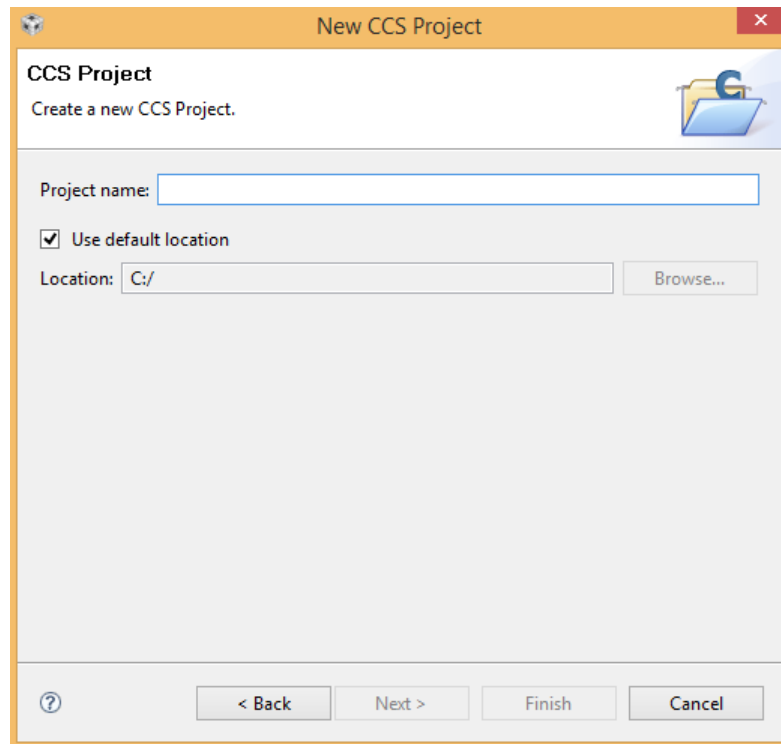

Рис. 2. Создание нового проекта
3. Создайте новый проект: «File → New → CCS Project» (рис. 2).